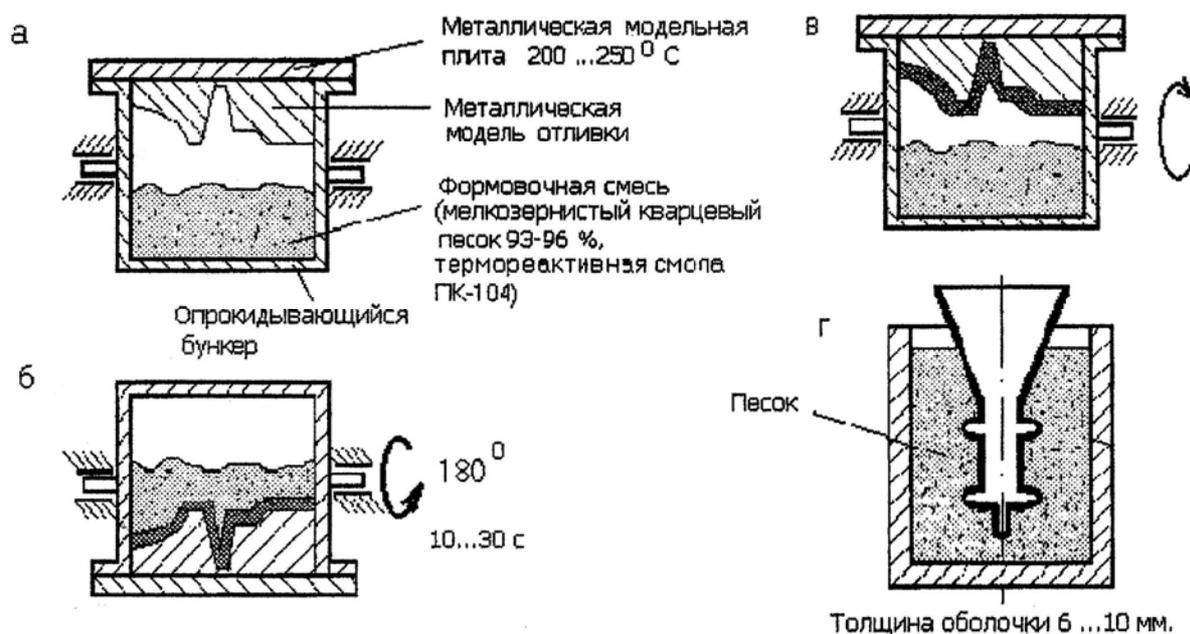

Рис.1 Литьё в оболочковые формы:
Форма изготавливается по горячим металлическим моделям (рис. 1). Каждая форма состоит из двух полуформ.
- металлическая модельная плита и закрепленная на ней металлическая модель отливки, нагретая до температуры 200 - 250 °С, закрепляются на металлическом бункере (рис. 1 а);
- бункер опрокидывается на 180° (рис. 1 б); формовочная смесь, оказавшаяся на поверхности горячей модели, переходит в жидкое состояние и образует песчано-смоляную оболочку;
- после выдержки 10-30 с бункер поворачивают в исходное состояние (рис. 1 в); плиту с моделью вынимают и переносят в печь для полной полимеризации оболочки (продолжительность процесса - около 3 мин. при температуре около 350°С); в результате полимеризации оболочка принимает необходимую прочность и твердость;
- установка в контейнер, заполнение его песком (рис. 1 г) и заливка литейным сплавом;